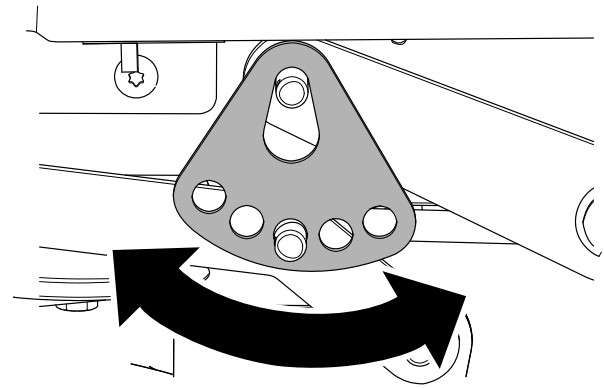

Bild 67
7. Drehen Sie die Schnitt Höhenplatte in ein anderes Loch, so dass sie das Gewicht des Mähwerks nach der Montage der Platte trägt (Bild 67).
8. Montieren Sie die Unterlegscheibe und den Splint (Bild 67).